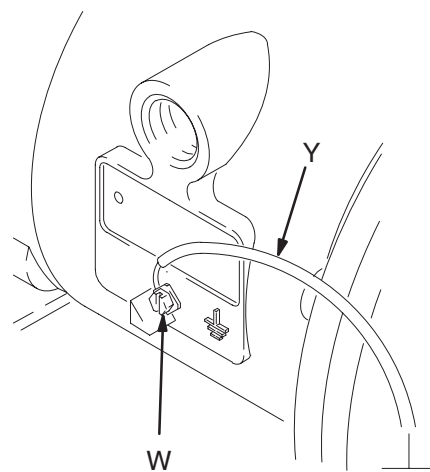

Fig. 1
Le Polypropylène et le Kynar ne sont **pas** conducteurs. La fixation du câble de terre sur la borne de terre n'assure que la mise à la terre du moteur pneumatique. En cas de pompage de produits conducteurs inflammables, **toujours** mettre l'ensemble du circuit produit à la terre en veillant à ce que le produit soit raccordé électriquement à une véritable terre. Voir Fig. 1.
- **Moteur pneumatique:** brancher un fil et une pince de terre et comme indiqué à la Fig. 1. Desserrer la vis de terre (W). Introduire l'extrémité d'un fil de terre (Y) d'au moins $1,5 \text{ mm}^2$ derrière la vis de terre et bien serrer celle-ci. Raccorder la pince d'extrémité du fil de terre à une véritable terre. Commander la réf. no. 237569, fil et pince de terre.